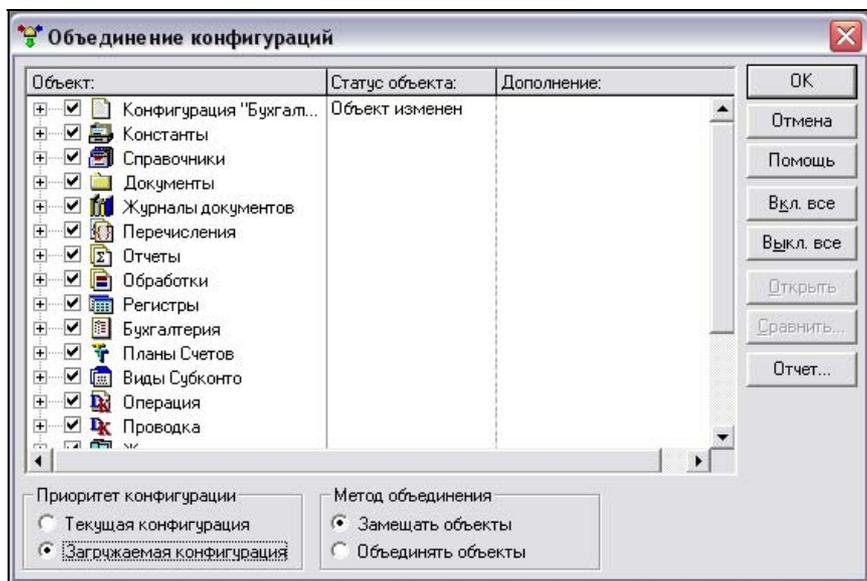

Рис. 5.38. Пример объединения двух конфигураций
- Если конфигурации отличаются, появится окно, как на рис. 5.38.